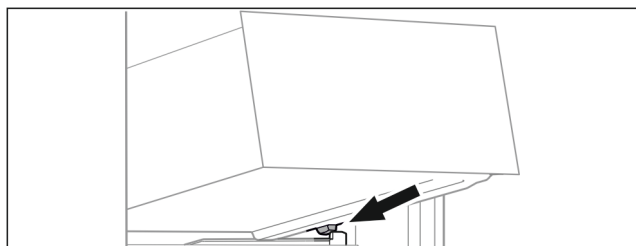

Fig. 17
- ▶ Встановити висувний ящик за стопорами на ребро для резервуару навскоси Fig. 17 ().